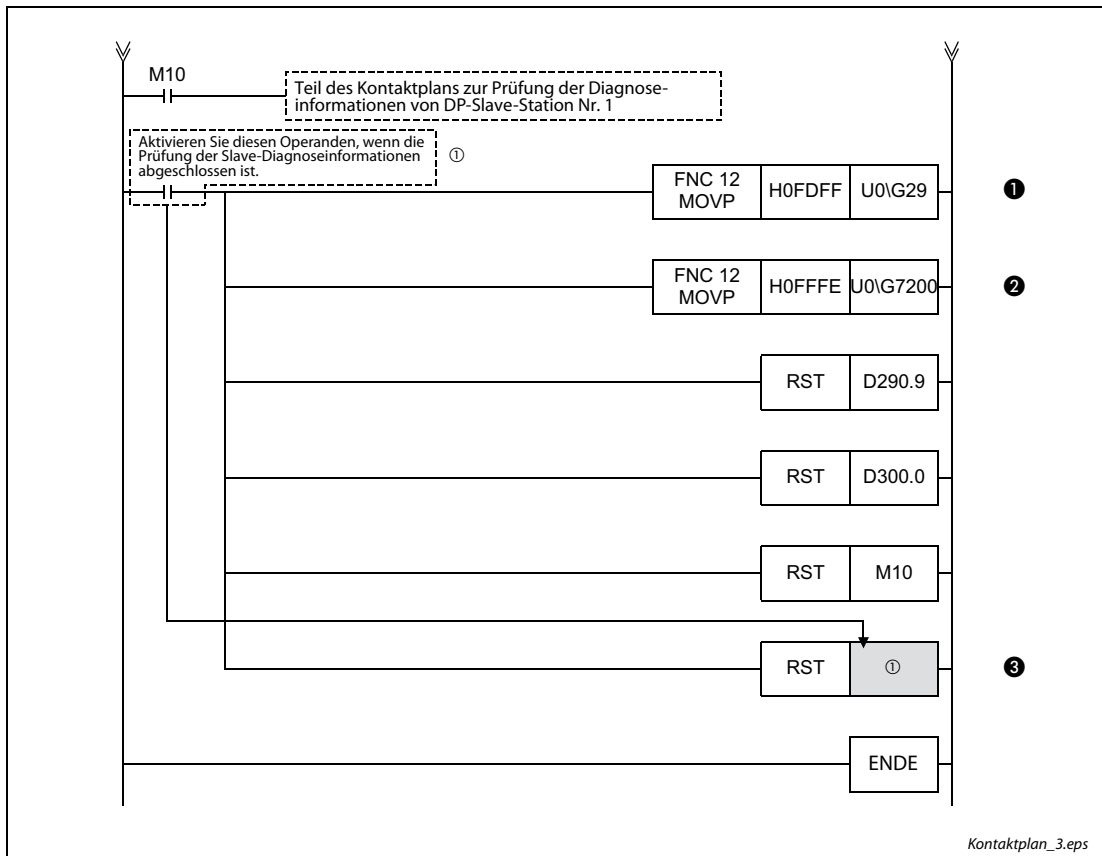

Abb. 7-10: Kontaktplan des Beispielprogramms mit dem GX Developer (3)
①	Der Merker „Slave-Diagnosedaten vorhanden“ wird zurück gesetzt (BFM #29, Bit 9).
②	Der Merker für zyklischen Slave-Kommunikationsfehler (Slave-Diagnosestatus) wird zurück gesetzt (BFM #7200, Bit 0).
③	Bei Aktivierung des mit ① gekennzeichneten Operanden, wird der Operand „Kommandoingabe“ zurück gesetzt.
Tab. 7-3: Beschreibung des Kontaktplans in Abb. 7-10 (3)